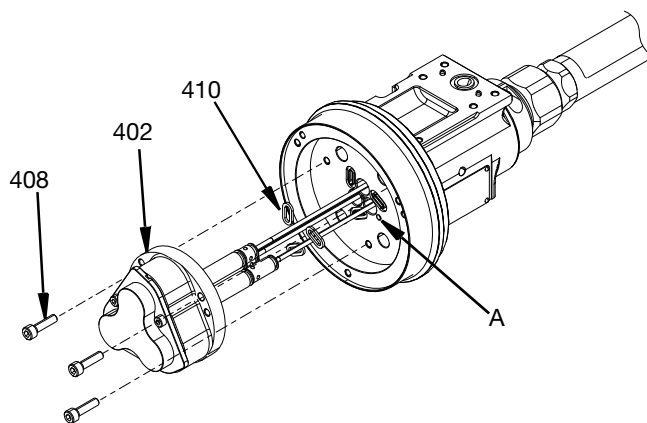

Рис. 34
10. Нанесите тонкий слой литиевой смазки на герметизирующие прокладки (410) и вставьте в центральный корпус (301).
11. Нанесите тонкий слой литиевой смазки на уплотнительные кольца (415) и (416). Вставьте воздушный цилиндр в центральный корпус (301). Нанесите противозадирную смазку на винты M5 (408) и затяните их с усилием 57,5 дюйм-фунтов (6,5 Н•м).
**ПРИМЕЧАНИЕ:** Углубление (A) на лицевой стороне центрального корпуса (301) совпадает с длинной направляющей уплотнения подшипника (414). См. Рис. 34.